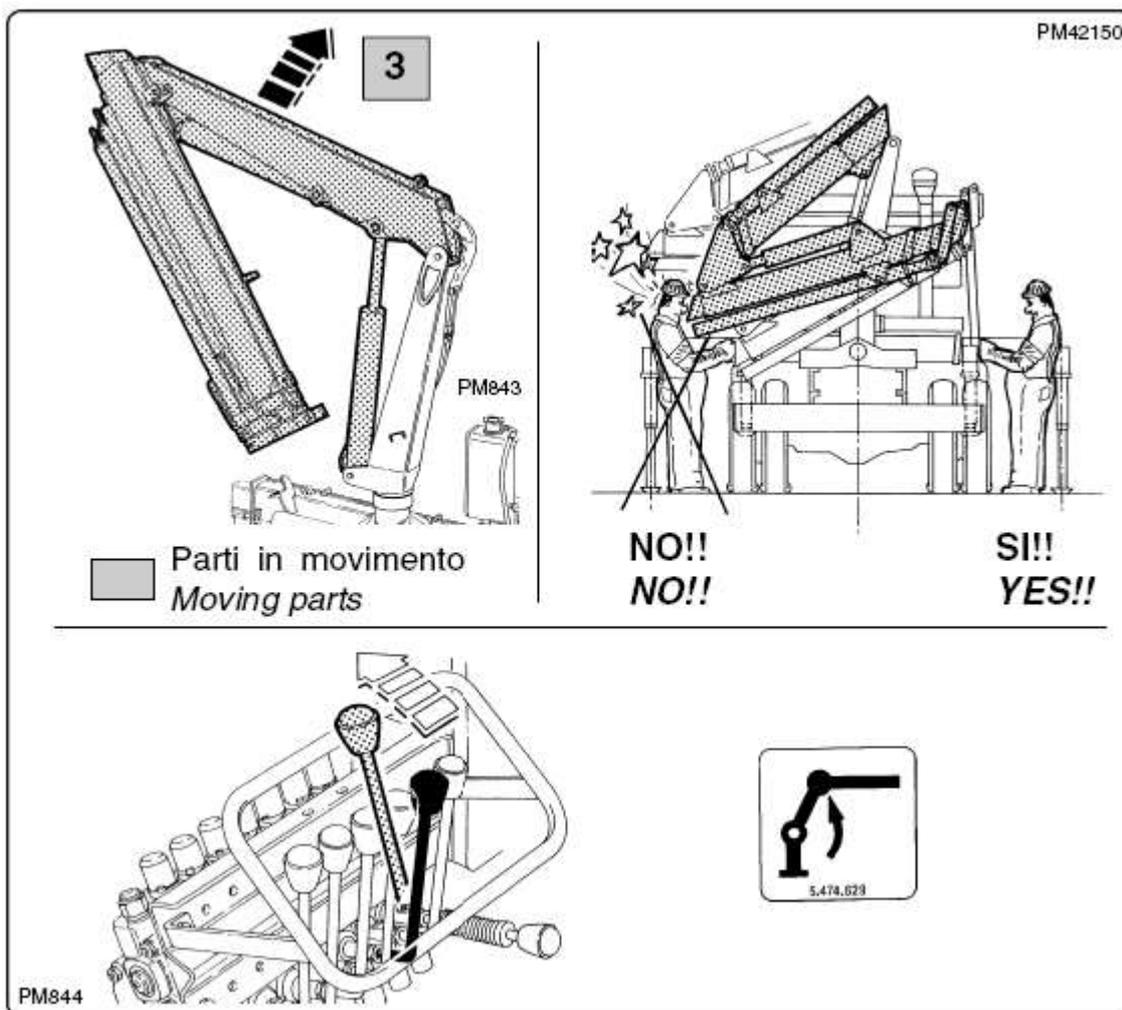

Рис. 6.5.7
3. Цилиндром колонны поднимите внутреннюю стрелу, при этом, принимая меры во избежание столкновения с препятствиями, пока кран полностью не откроется (см. рис. 6.5.7).
Движение стрелы во время открывания и закрывания может представлять опасность для оператора. Поэтому рекомендуется управлять движениями с противоположной стороны крана (рис. 6.5.7). **При работе с краном необходимо всегда носить защитную каску.**